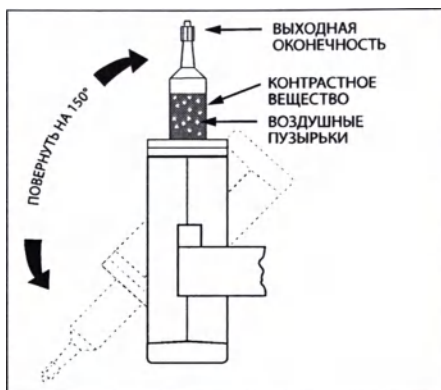

Рисунок 5-19
- Медленно повернуть рабочую головку на 150° один или два раза, чтобы воздушная пробка могла захватить пузырьки со стенок шприца. См. Рисунок 5-19. Чтобы сместить неподатливые пузырьки, постучать по шприцу основанием ладони.